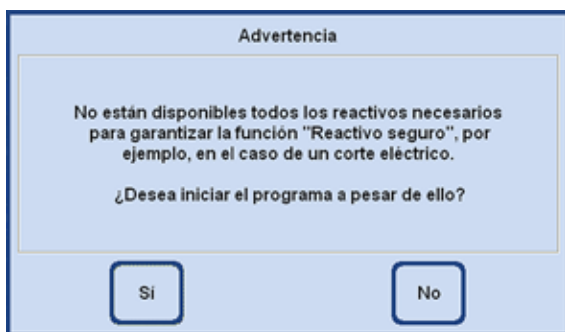

Fig. 245
- Si se utiliza un reactivo al iniciar un programa para el que no hay ningún reactivo seguro en el equipo, aparece un mensaje de indicación (fig. 245). No obstante, **NO** se impide arrancar el programa.